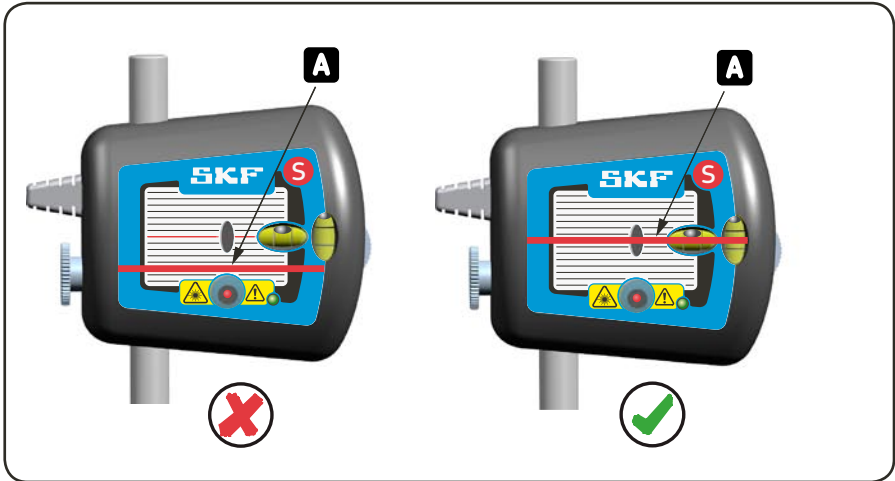

图11. 打到目标的中心
b) 瞄准激光光线，使它对准对面测量单元目标的中心 (见图11)。